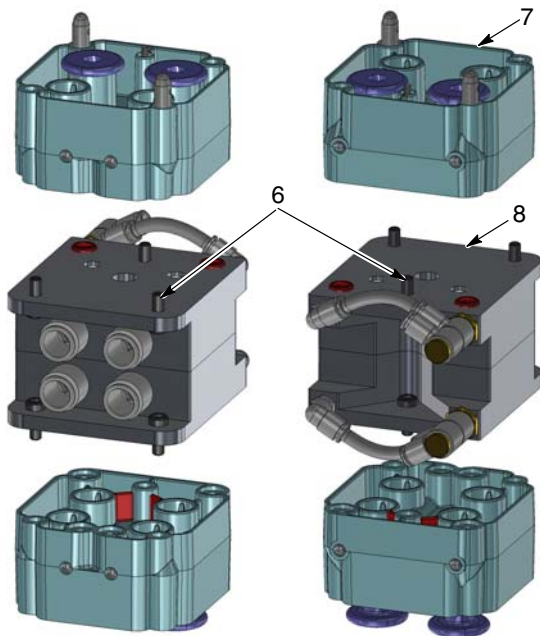

Figura 4 Separación de los componentes del bloque de sifón
- Ver la figura 4. Extraer tres tornillos de casquete (6) de cada bloque de sifón central (8) para retirar estos bloques de los bloques de válvula peristáltica (7).
- Ver la figura 4. Utilizando una llave Allen de 4 mm, insertar un total de seis tornillos de casquete (6) en cada bloque de sifón central (8) para conectar los bloques centrales a los bloques de válvulas peristálticas (7).